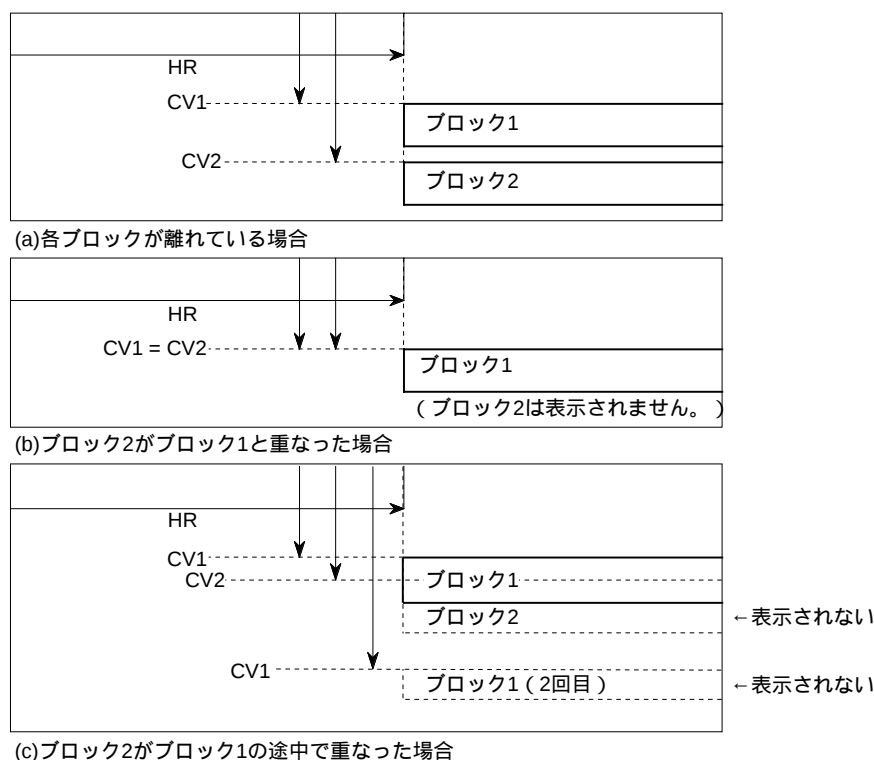

図8.10.4 表示位置
- ・ ブロック2はブロック1の表示が完全に終了した後、表示されます（図8.10.4の(a)）。
- ・ ブロック1とブロック2が重なった場合（図8.10.4の(b)）ブロック1が前面に表示されます。
- ・ ブロック1の表示中に、ブロック2の表示開始位置がきた場合（図8.10.4の(c)）は、ブロック1のみ表示され、ブロック2は全く表示されません。同様に多行表示をする場合、ブロック2の表示が完全に終了しないと次のブロック1は表示されません。